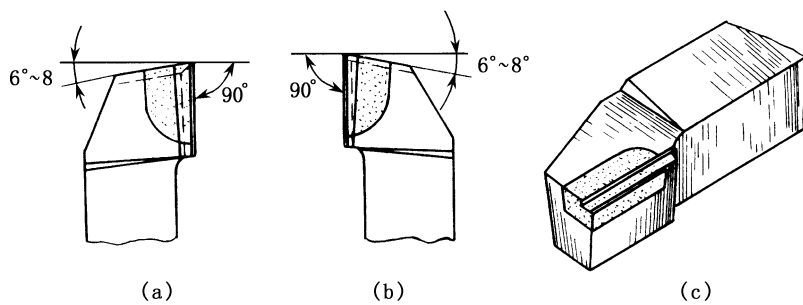
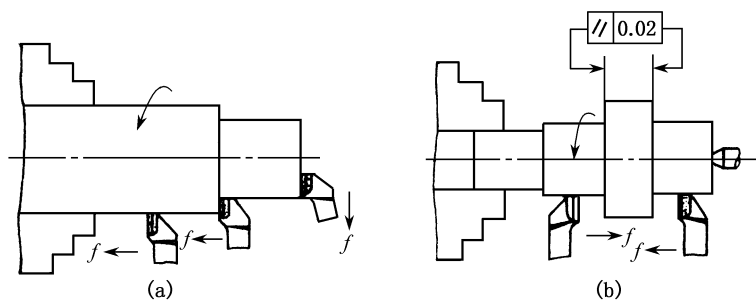
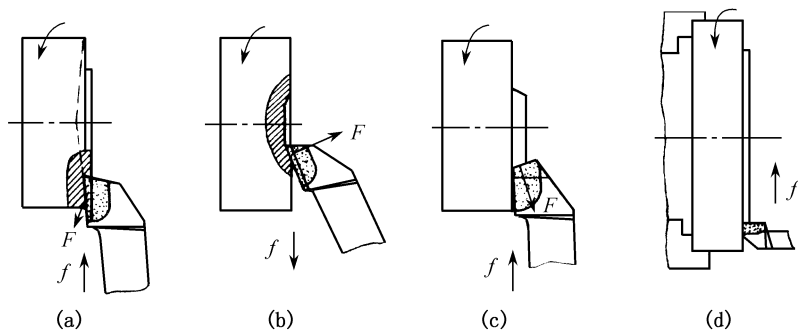

图 3-7 偏刀
图 3-8 偏刀的使用
图 3-9 用偏刀车端面
(1) 90° 外圆车刀, 简称偏刀。按车削时进给方向的不同又可将偏刀分为左偏刀和右偏刀两种 (图 3-7)。
左偏刀的主切削刃在刀体右侧 (图 3-7 (a)), 由左向右纵向进给 (反向进刀), 又称反偏刀。
右偏刀的主切削刃在刀体左侧 (图 3-7 (b)), 由右向左纵向进给, 又称正偏刀。右偏刀一般用来车削工件的外圆、端面和右台阶。因为它的主偏角较大, 车削外圆时作用于工件的径向切削力较小, 不易将工件顶弯 (图 3-8)。在车削端面时, 因是副切削刃担任切削任务, 如果由工件外圆向中心进给, 当切削深度 (a_p) 较大时, 切削力 (F) 会使车刀扎入工件形成凹面 (图 3-9 (a)); 为避免这一现象, 可改由轴中心向外缘进给, 由主切削刃切削 (图 3-9 (b)), 但切削深度 (a_p) 应取小值, 在特殊情况下可改为图 3-9 (c) 所示的端面车刀车削。左偏刀常用来车削工件的外圆和左向阶台, 也适用于车削外径较大而长度较短的工件的端面 (图 3-9 (d))。